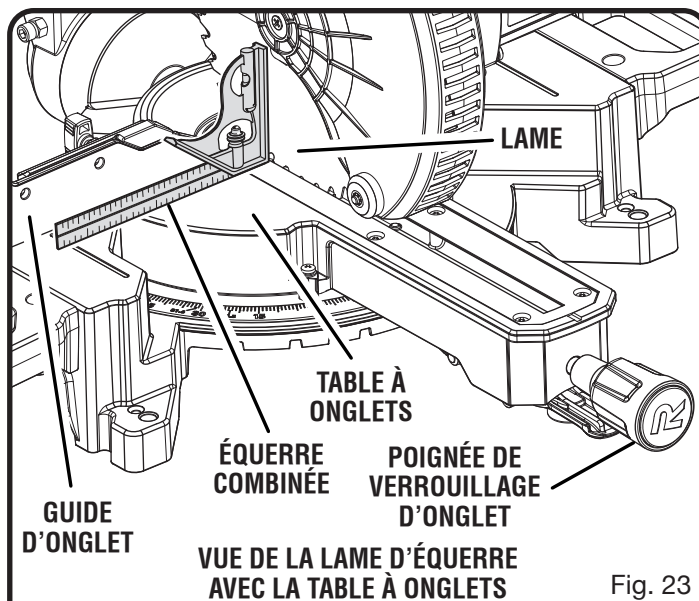

Fig. 23
Voir les figures 23 à 25.
- Le bord de l'équerre et la lame doivent être parallèles, comme le montre la figure 23.